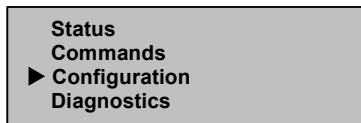

Figura 30: Menú principal
1. En el menú principal, seleccione Configuration. (Consulte la Figura 30.)